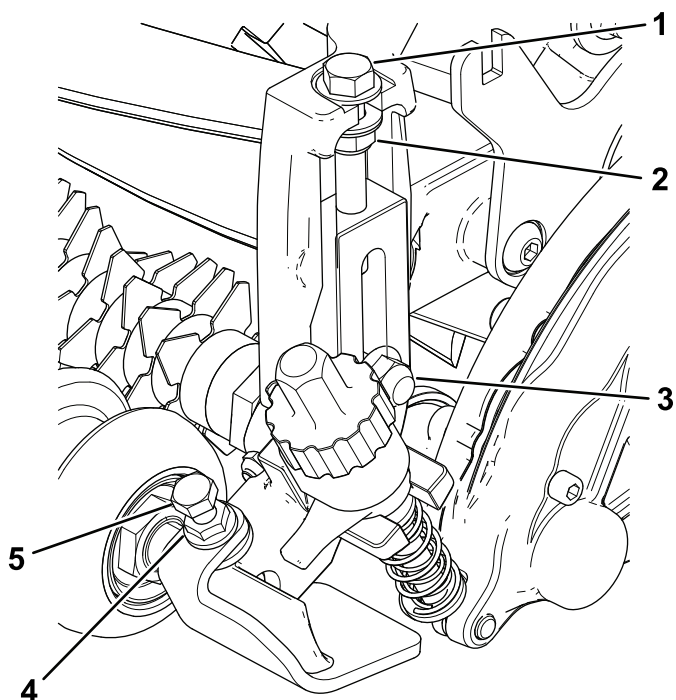

Figure 13
5. Retirez les boulons de carrosserie et contre-écrous qui fixent les supports de hauteur de coupe aux plaques latérales (Figure 13).
6. Serrez le contre-écrou sur le boulon de réglage de hauteur de coupe, puis desserrez-le d'un demi-tour (Figure 13).
7. Centrez le rouleau avant entre les supports de hauteur de coupe et fixez-le en place avec les vis et les écrous à embase (Figure 13).